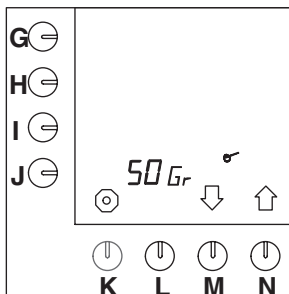

Fig. 37 Koffiecalculator instellen
- Druk op selectietoets (N.)↑ tot fig. 37 in het display verschijnt.